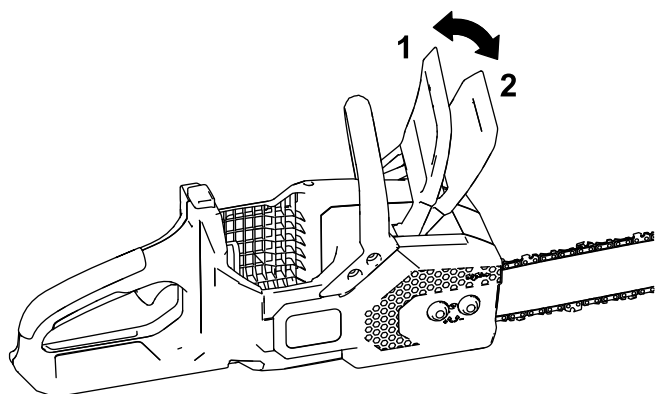

Figure 28
2. Engagez le frein de chaîne en l'actionnant vers avant, à la position d'ARRÊT (Figure 28).
4. Désengagez le frein de chaîne en l'actionnant vers l'arrière à la position MARCHÉ (Figure 28).
4. Vérifiez que le frein de chaîne est en position de MARCHE (Figure 28).